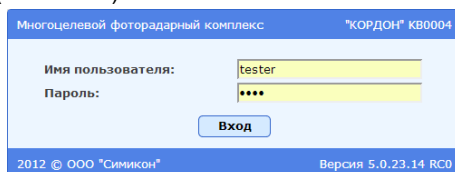

Рис. 2. Вход в веб-интерфейс комплекса
- Убедитесь, что открывается программная страница для входа в веб-интерфейс (см. Рис. 2).